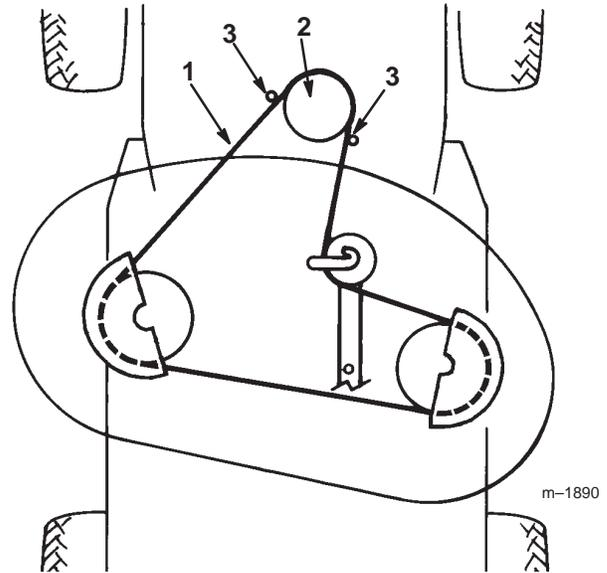

Abbildung 41
14. Den Mähwerkriemen von der unteren Motorscheibe abnehmen (Abb. 41). Wenn vorsichtig vorgegangen wird, können die Riemenführungen gerade so weit von der Riemenscheibe weggezogen werden, daß der Riemen abgenommen werden kann. Wenn es zu schwierig ist, den Riemen zu entfernen, die Schrauben und Muttern lösen, mit denen die Riemenführungen befestigt sind.
4. Den Mähwerkriemen an der unteren Motorscheibe anbringen (Abb. 41). Wenn vorsichtig vorgegangen wird, können die Riemenführungen gerade so weit von der Riemenscheibe weggezogen werden, daß der Riemen angebracht werden kann. Wenn es zu schwierig ist, den Riemen anzubringen, die Schrauben und Muttern lösen, mit denen die Riemenführungen befestigt sind.